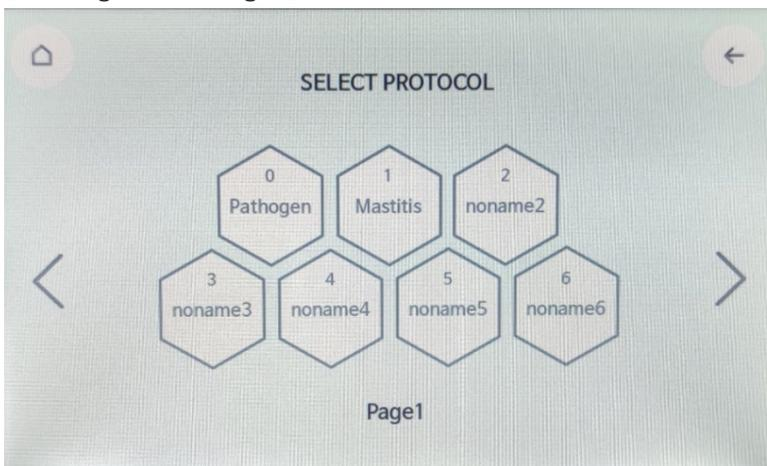

Abbildung 12. Protokollauswahlmenü auf der Touchscreen-Bedienoberfläche des IndiMag 48s. Liste der in das Gerät einprogrammierten Protokolle.
3. Tippen Sie auf die Schaltfläche des gewünschten Protokolls (siehe Abbildung 12). Es öffnet sich das Menü „Heater Setting“ (Heizungseinstellungen).